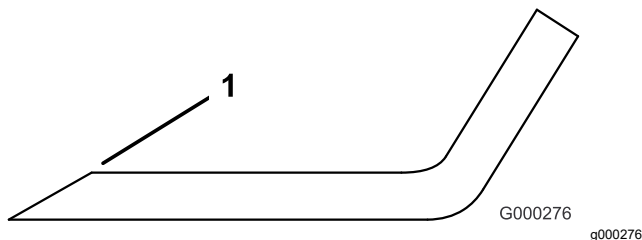

Figura 30
3. Inspeccione los filos de corte de todas las cuchillas. Afile los filos de corte si están romos o tienen mellas. Afile únicamente la parte superior del filo y mantenga el ángulo de corte original para asegurar un filo correcto (Figura 30). La cuchilla permanecerá equilibrada si se retira la misma cantidad de metal de ambos filos de corte.